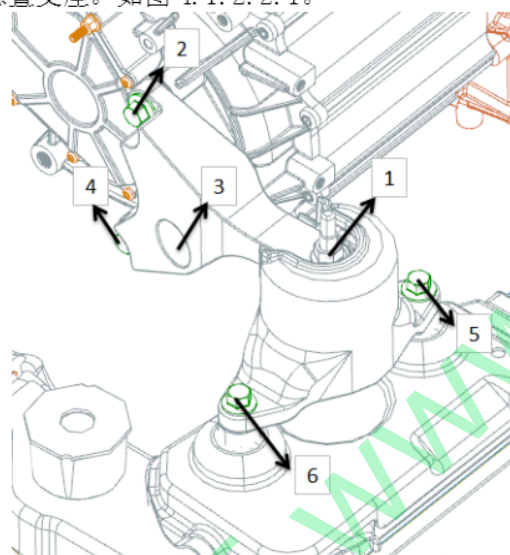

图 4.1.2.2.1 右悬置总成
拆下右悬置支座和右悬置支架连接的 1 个六角法兰面螺母 (1)，紧接着拆下右悬置支架与电机连接的 3 个六角法兰面螺栓 (2、3、4)，即可拆下右悬置支架；再拆下右悬置支座与副车架连接的 2 个六角法兰面螺栓 (5、6)，即可拆下右悬置支座。如图 4.1.2.2.1。
将更换后的右悬置支座放入上图 4.1.2.2.1 所示的位置，然后带上与副车架相连的 2 个六角法兰面螺栓 (5、6) 并打紧；再将更换后的右悬置支架放入上图 1.2.1 所示的位置，带上右悬置支架与电机对应安装孔上的 3 个六角法兰面螺栓 (2、3、4) 和右悬置支架与右悬置支座相连的 1 个六角法兰面螺母 (1) 并打紧，即完成右悬置总成的安装。